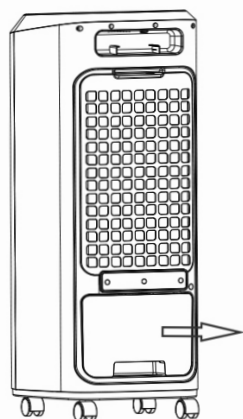

Abbildung 1
1. Ziehen Sie den Wassertank heraus, siehe Abbildung 1.